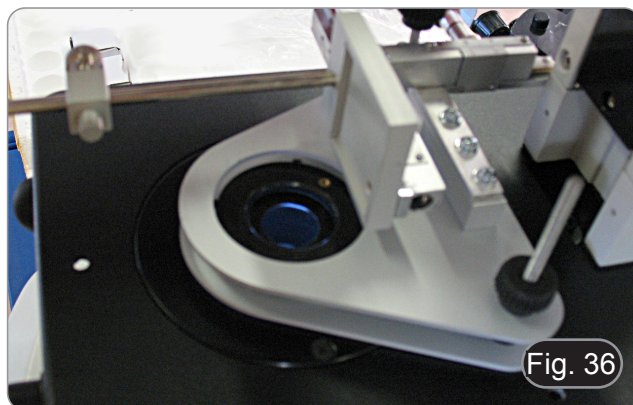

Fig. 36
3. Apilar el soporte de traslación y fijarlo con los espaciadores. (Fig. 36)